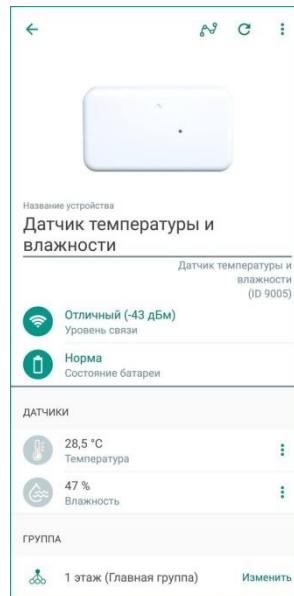

Рисунок 11.1 – Экран настройки датчика
1. В приложении на экране настройки датчика (в строке *Уровень связи*, см. рисунок 11.1).
Экран настройки датчика (см. рисунок 11.1) позволяет посмотреть:
Текущие параметры работы отображаются на экране настройки датчика (см. рисунок 11.1):
- Откройте экран настройки датчика в приложении (см. рисунок 11.1).
- 1) Откройте экран настройки датчика в приложении (см. рисунок 11.1).